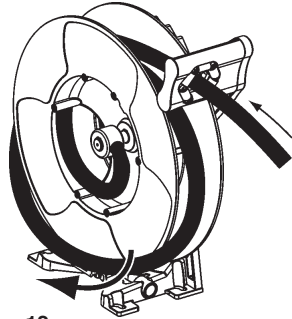

Рис. 12
2. Tirar uma volta da mangueira de dentro da roda do carretel (fig. 12).